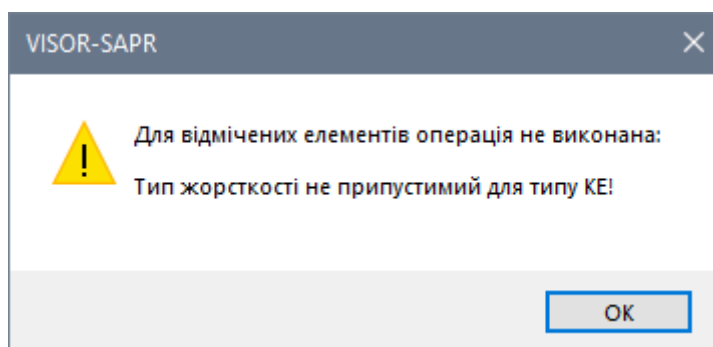

Рис. 10.14. Діалогове вікно **VISOR-SAPR**
- В діалоговому вікні **VISOR-SAPR** (рис. 10.14), що з'явилося, натисніть на кнопку **ОК** (це повідомлення з'являється через те, що окрім пластинчатих елементів на розрахунковій схемі виділилися ще і стержневі елементи, яким даний тип жорсткості призначити не можна).